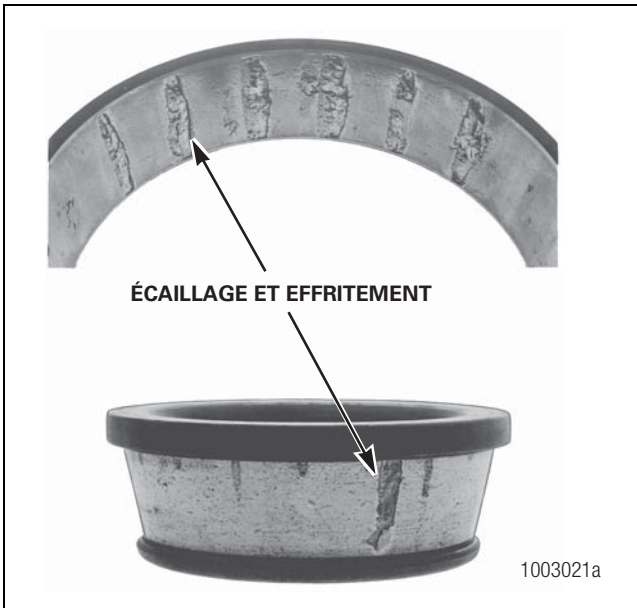

Figure 4.5
- Les surfaces de la bague et du cône intérieur en contact avec les rouleaux sont endommagées. Figure 4.5.